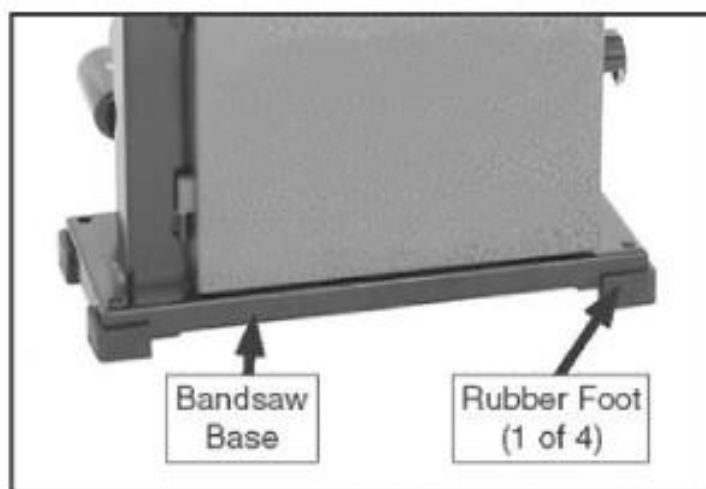

Рисунок 11. Резиновые ножки прикреплены к основанию.
Прикрепите (4) резиновые ножки к основанию ленточной пилы (см. рис. 11). Резиновые ножки просто прижимаются к углам основания.